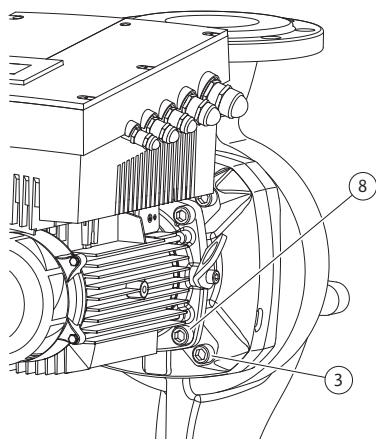

Fig. 47: Опциональное крепление съемного блока
11. Отвернуть и извлечь винты (рис. 7, поз. 3). На некоторых типах насосов выворачиваются внешние винты (рис. 47, поз. 3). Съемный блок (см. рис. 13) после извлечения винтов остается в стабильном положении на корпусе насоса. Опасность опрокидывания, в том числе при горизонтальном расположении вала мотора, не возникает.
16. В зависимости от типа насоса отвернуть винты (рис. 7, поз. 10) или винты (рис. 47, поз. 8).
22. Промежуточный корпус осторожно надеть на вал и установить в прежнем или другом требуемом угловом положении относительно фланца мотора. Соблюдать допустимые варианты монтажа компонентов (см. главу 7.1 «Допустимые варианты монтажа и изменение расположения компонентов перед установкой» на стр. 188). Промежуточный корпус закрепить на фланце мотора при помощи винтов (рис. 7, поз. 10) **или** — для типов насоса/промежуточного корпуса согласно (рис. 47) — винтов (рис. 47, поз. 8).